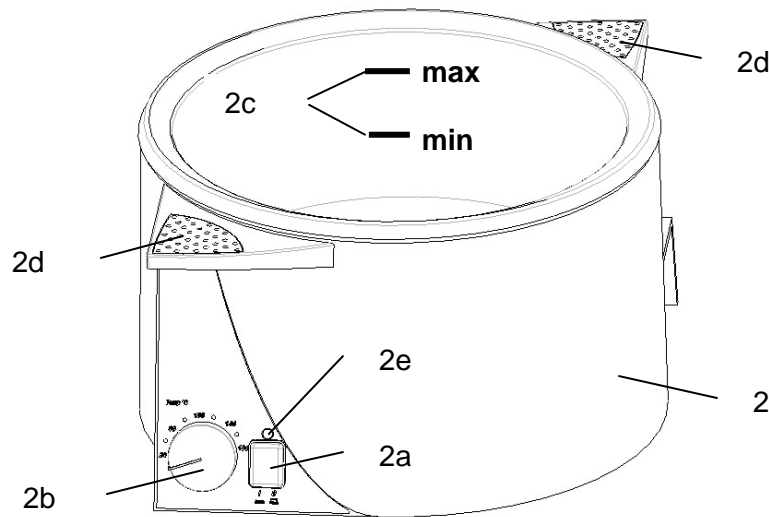

Fig. 1
2. Raccordement électrique (Figure 1)
3. Remplissage du bain chauffant (Figure 1)